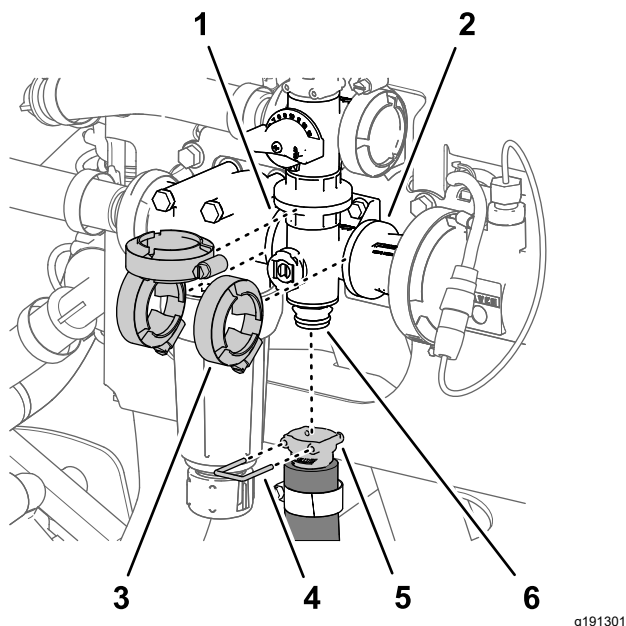

Figura 136
- Alinhe a flange do coletor da válvula de agitação e 3 juntas com as flanges da válvula de distribuição da agitação, a cabeça do filtro de pressão e o adaptador do acoplamento (Figura 135 e Figura 136).
2. Prenda sem apertar o coletor da válvula de agitação à válvula de distribuição da agitação, à cabeça do filtro de pressão e ao adaptador do acoplamento (Figura 136) com as 3 braçadeiras da flange que retirou em Remoção da válvula do coletor de agitação (página 94).
5. Aperte as 3 braçadeiras da flange à mão (Figura 136).
6. Monte o acoplador de ligação rápida do tubo de agitação na união de ligação rápida do coletor da válvula de agitação com o pino de ligação rápida (Figura 136).